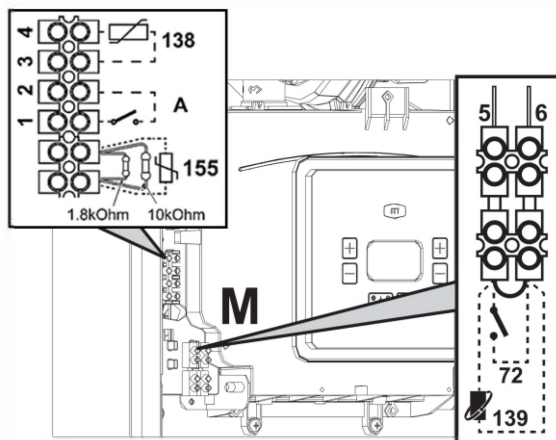
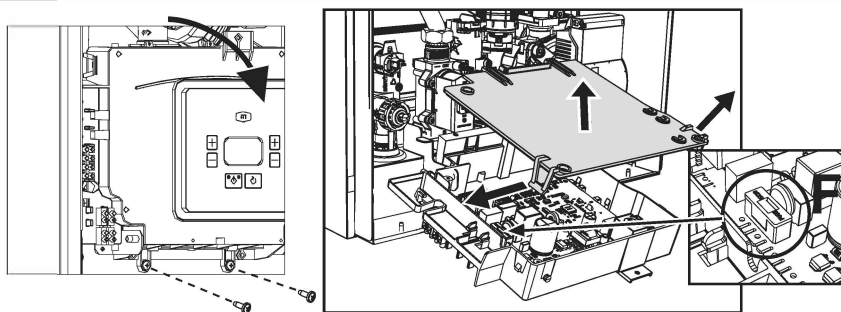

Рис. 18
Рис. 19
Для подключения бойлера необходимо использовать датчик NTC бойлера с кодом 043005XO или 1KWMA 11 W. Датчик (поз.155) подключается к соединительной колодке котла (рис. 18) вместо двух сопротивлений. При следующем включении агрегата система управления опознает датчик бойлера и автоматически настраивается на работу с ним, вызывая активацию дисплея и устройств управления, необходимые для работы в режиме ГВС.
- После снятия передней панели (см. «Открытие передней панели» на стр. 32) можно получить доступ к клеммной колодке (**M**) и предохранителю (**F**), действуя как показано на рис. 18 и рис. 19. Клеммы, указанные на рис. 18, должны быть с беспотенциальными (сухими) контактами (не 230 В). Расположение клемм для различных соединений показано на электрической схеме на рис. 44.
Конфигурация выключателя ON/OFF ("А", рис. 18)